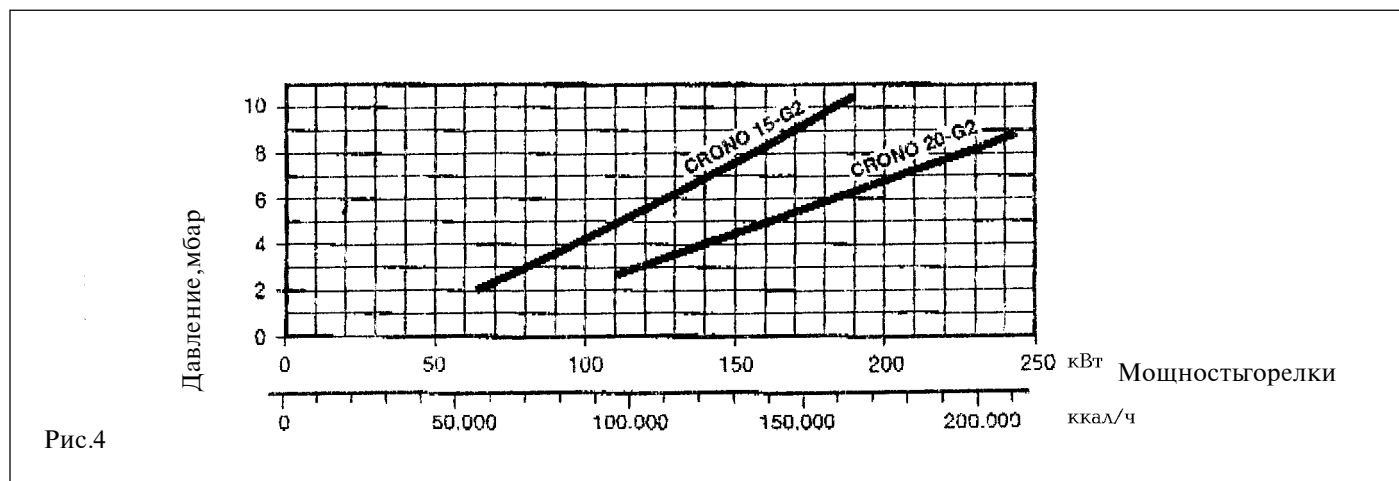

Рис.4
2.4. Зависимость между давлением газа и мощностью горелки (Рис.4)